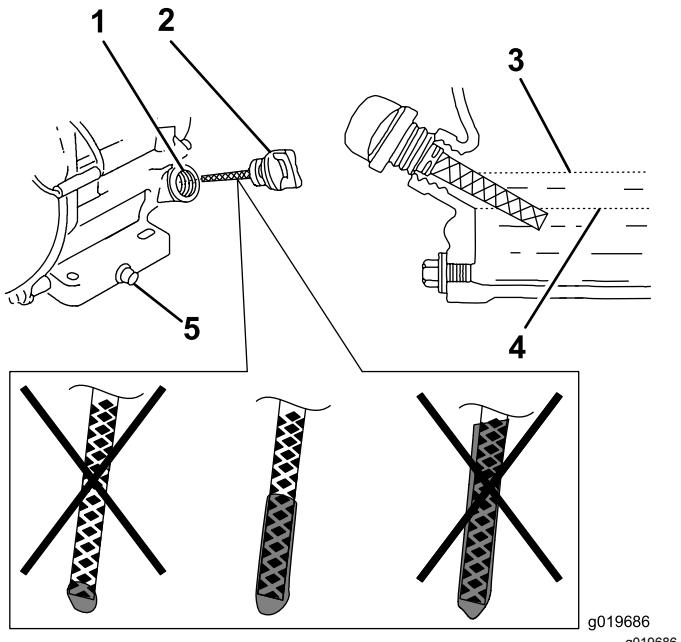

Рисунок 28
- Выньте щуп и проверьте уровень моторного масла (Рисунок 28).